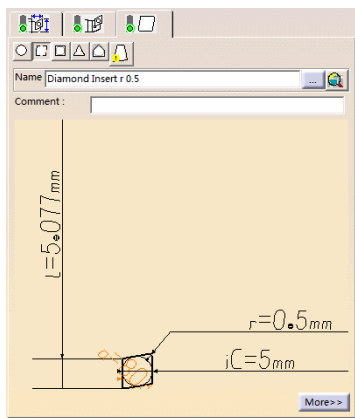

图 6-18 刀片选项卡 (1)
- 单击刀具参数选项卡中的，切换到刀片选项卡（1），设置刀片类型以及刀片参数，如图 6-18 所示。